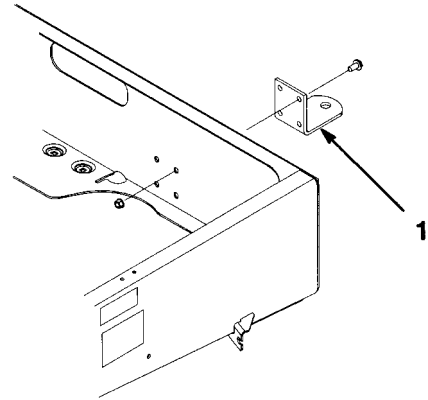

図7
2. フレームのヒッチ取り付け穴に合わせ、取り外したネジ類を使ってヒッチを取り付ける（図7）。